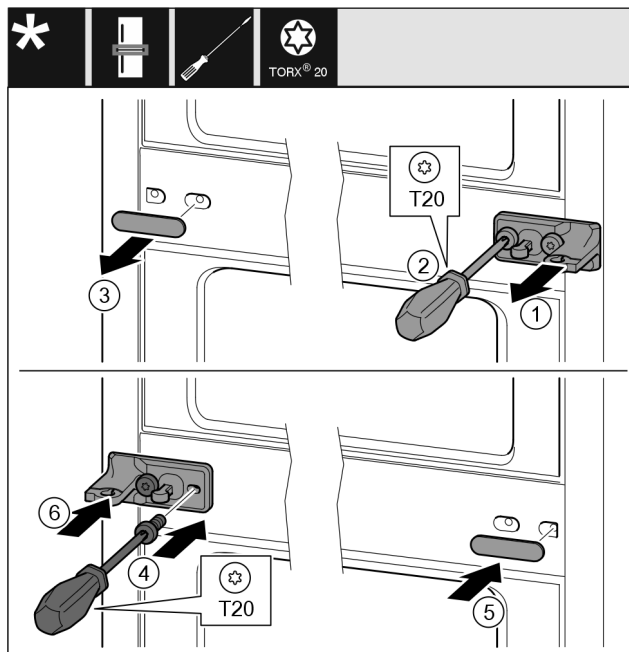

Fig. 12
- ▶ Zdjąć podkładkę Fig. 12 (1).
- ▶ Wykręcić śruby Fig. 12 (2) przy użyciu śrubokręta.
- ▶ Zdjąć ostrożnie osłonę Fig. 12 (3).
- ▶ Płytkę zawiasu wraz z folią Fig. 12 (4) obrócić o 180° przykręcić z drugiej strony.
- ▶ Osłonę Fig. 12 (5) obrócić o 180° założyć z drugiej strony.
- ▶ Wsunąć podkładkę Fig. 12 (6) od przodu.